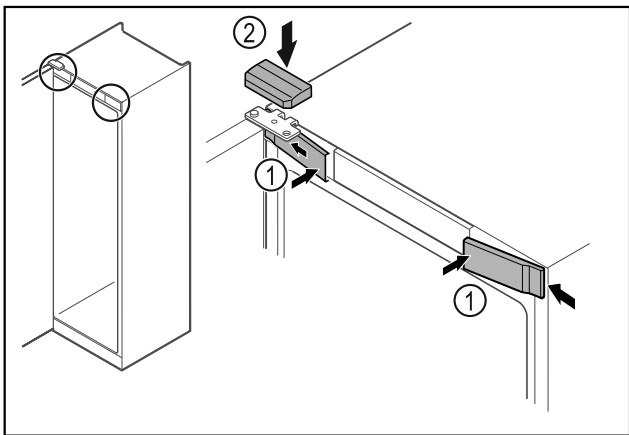

Fig. 67
- Закачете предните капаци Fig. 67 (1) от страни и фиксирайте.
- Фиксирайте горния капак Fig. 67 (2) отгоре.